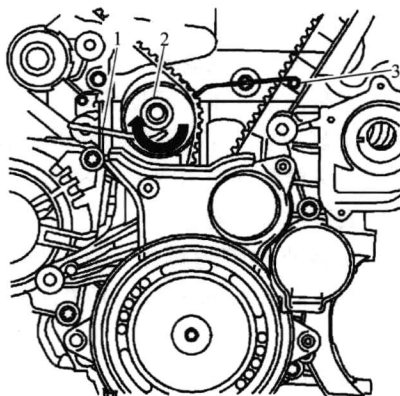

图 1-7 锁止正时带张紧器
13) 如图 1-7 所示, 使用 Allen 钥匙 (1), 沿箭头方向对正时带张紧滚柱 (2) 施加张紧力。
14) 如图 1-7 所示, 用 EN-6333 锁销 (3), 锁止正时带张紧器。